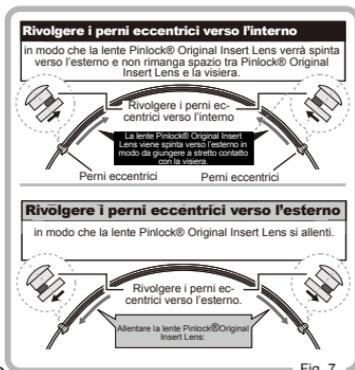

Fig. 7
- ① Rimuovere la visiera dal casco e staccare la lente Pinlock® Original Insert lens dalla visiera.
- ② Regolare i perni eccentrici facendoli ruotare con un attrezzo adeguato. (Fig. 7)
- ③ Inserire Pinlock® Original Insert Lens di nuovo sulla visiera. Controllare che tra Pinlock® Original Insert Lens e la visiera non sia rimasto dello spazio una volta fissata la visiera sul casco. In caso vi sia dello spazio si prega di ripetere le stesse fasi.